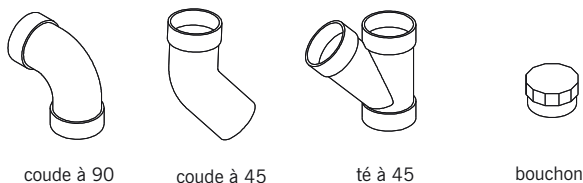

fig. 19.3
■ **Les canalisations** : tubes en PVC reliant la centrale aux différentes prises d'aspiration. Les tubes non apparents peuvent cheminer dans les combles, le vide sanitaire, au sous-sol ou dans les doublages des murs. Comme pour les canalisations d'évacuation sanitaire, les changements de direction des conduits sont assurés par des coudes ou des tés. Des bouchons de visite installés dans les parties basses du réseau ou à proximité des coudes permettent d'intervenir en cas d'obstruction accidentelle de la canalisation (fig. 19.3).